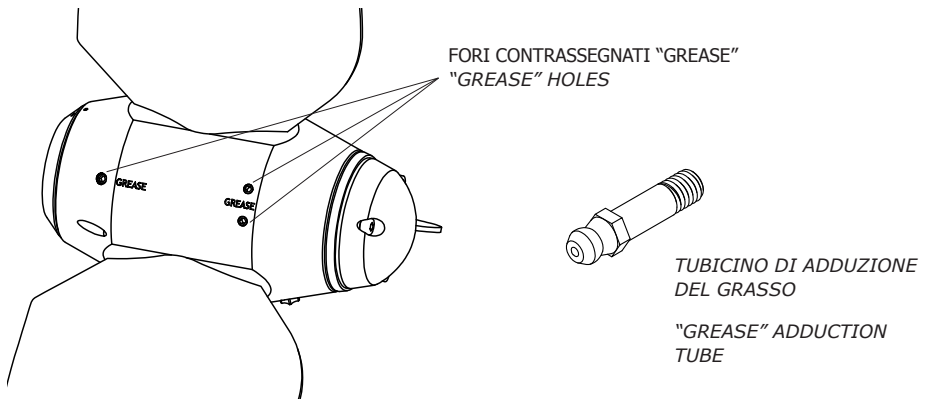

fig. 3
- c. Riempire completamente di grasso fluido il corpo dell'elica attraverso gli appositi fori contrassegnati "grease" (fare riferimento alla fig. 3).